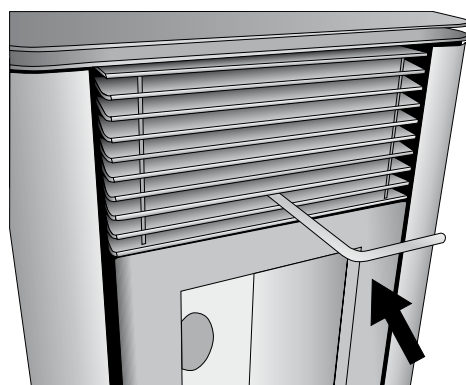

Fig. 7: raschiatore azionato
- Tirare il raschiatore verso sè stessi con la porta chiusa (Fig. 7).